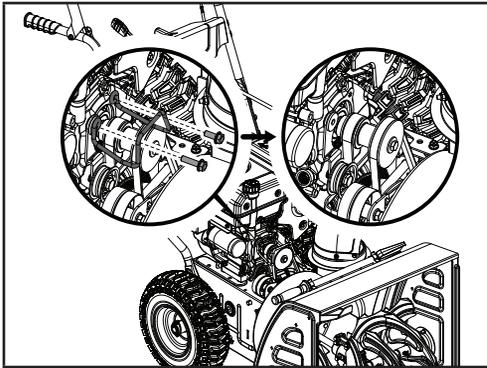

Figure 30
3. Retirez les 2 boulons (20 mm / 30 mm) qui retiennent le protège-courroie (figure 30). Il est à noter que le ressort n'est pas tendu à ce stade-ci.